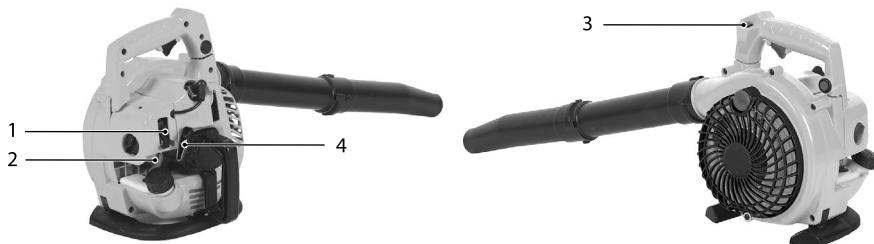

Рис. 5
3. Поставте червоний важіль дроселя (1) у положення ЗАКРИТЕ (вгору).
4. Натисніть на клапан (2) принаймні 8 разів або до тих пір, поки не побачите, що пальне наповнює колбу.
5. Поверніть перемикач живлення (3) у положення «I» ON.
6. Потягніть за ручку віддачі стартера (4), поки не відчуєте опір.
7. Коли відчуєте опір, швидко потягніть ручку стартера віддачі (4).
8. Повторюйте кроки 6 і 7, поки машина не запуститься (Рис. 5).